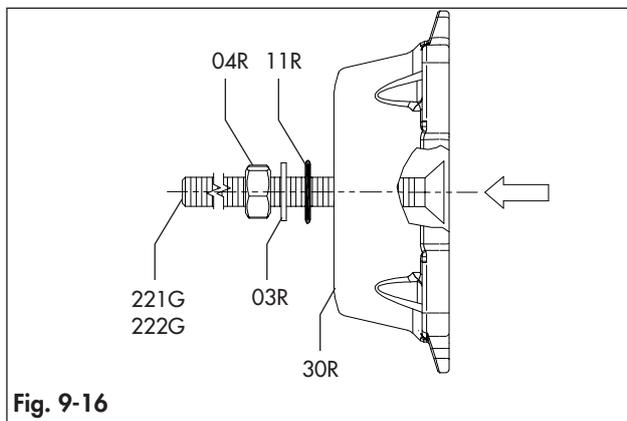

Fig. 9-16
- fissare le viti d'arresto (221G/222G) nelle cuffie (30) allineando la testa della vite alla superficie della cuffia come illustrato nella Fig. 9-16.